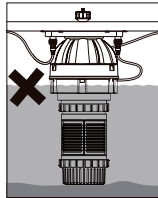

Bild 7
- Die Pumpe schaltet sich selbst aus, wenn sie auf Grund geht und der Ober- teil aus dem Wasser ragt, siehe Bild 7.